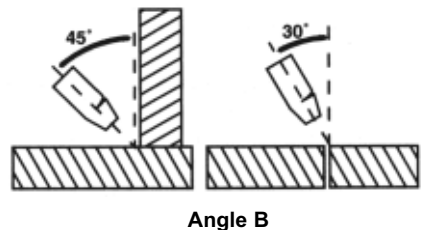

Figure 17. Position du pistolet, angle B
2. Angle B (figure 17) : il peut varier afin d'améliorer la faculté de voir l'arc par rapport au bain de fusion et afin de diriger la force de l'arc.